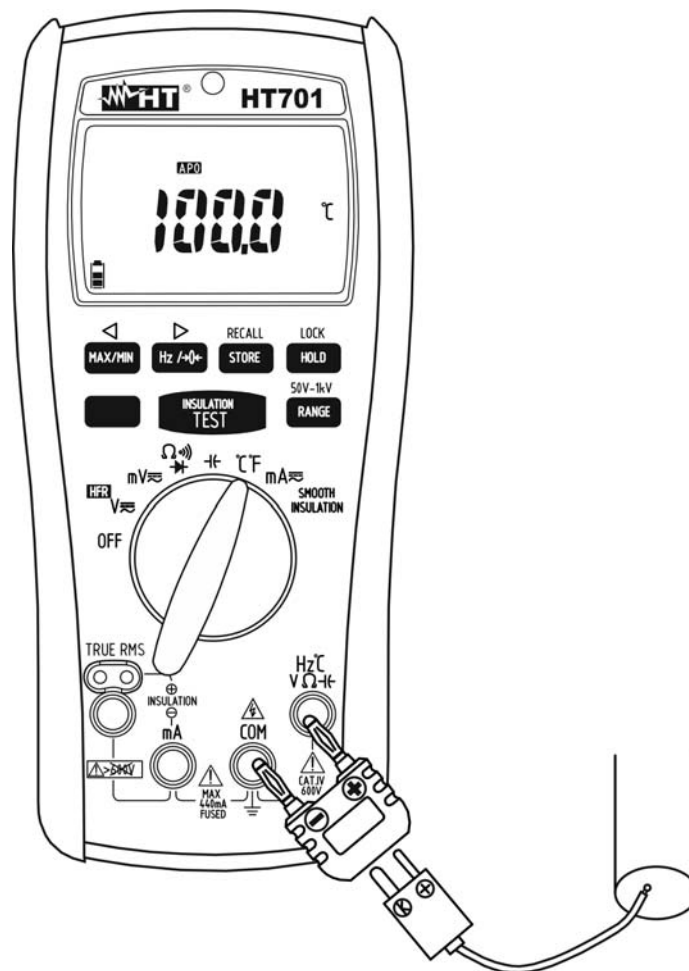

Fig. 9: Uso dello strumento per misura di Temperatura
3. Inserire l'adattatore in dotazione nei terminali di ingresso **Hz °C V Ω Hz** e **COM** rispettando i colori rosso e nero presenti su di esso (vedere Fig. 9)